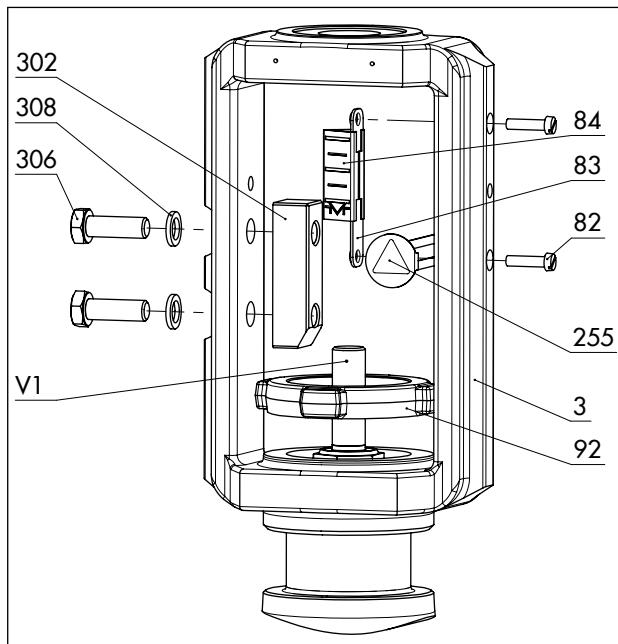
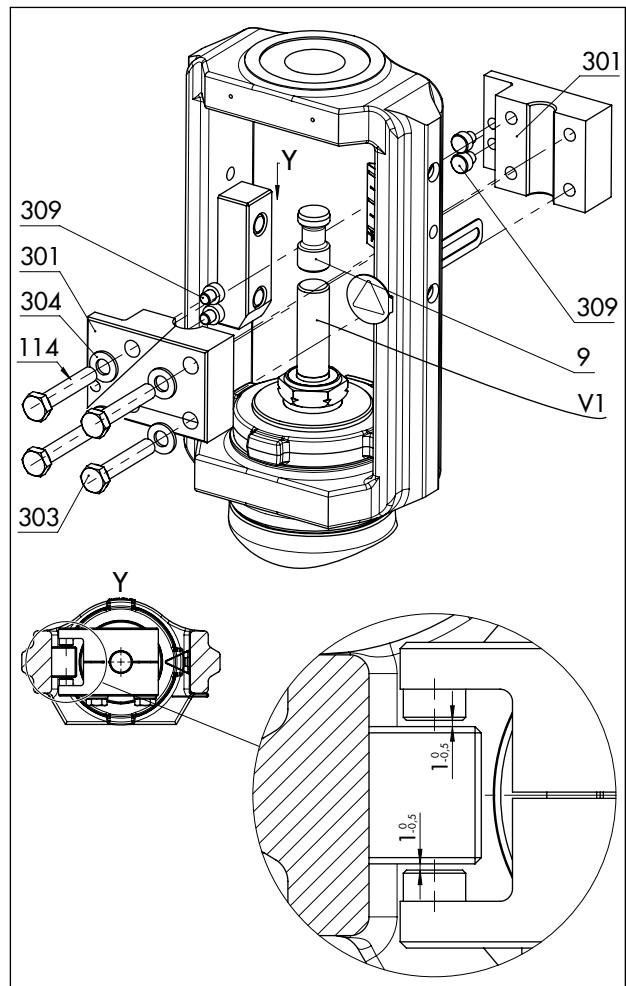

Fig. 16: Montaje del puente con placa indicadora de carrera en la ejecución especial
Fig. 17: Montaje del seguro anti rotación en la ejecución especial
Ver Fig. 16 y Fig. 17
- Entre los discos deslizantes y su superficie de apoyo en el puente hay un espacio nominal de entre 0,5 y 1 mm de cada lado (ver vista Y en Fig. 17).